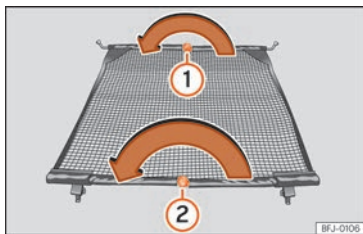

Abb. 131 Netztrennwand einklappen.
- Entriegelungsknopf »» Abb. 131 ① drücken und Querstange bei gedrücktem Entriegelungsknopf in Pfeilrichtung einklappen.
- Entriegelungsknopf »» Abb. 131 ② drücken und Querstange bei gedrücktem Entriegelungsknopf in Pfeilrichtung einklappen.